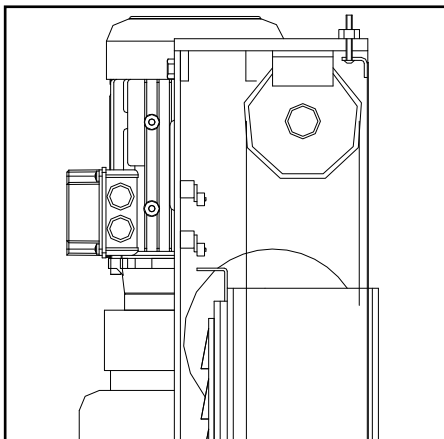

рис. 13
- ◆ При подъеме на максимальную высоту срабатывает датчик-ограничитель подъема (рис.13)